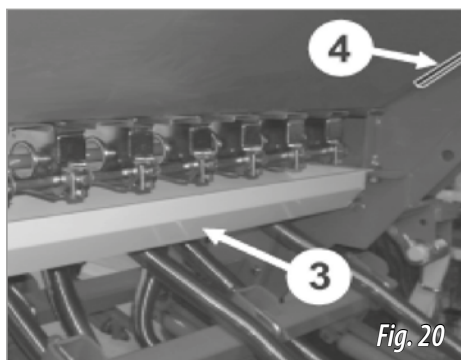

Fig. 20
2) Togliere il vassoio dall'alloggiamento(4, fig. 20) posizionarlo sotto i distributori (4, fig. 20).